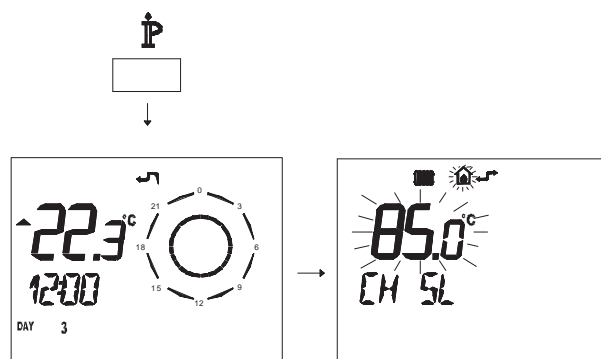

Fig. 5.64
- Premere per più di 3 secondi il pulsante **P** per entrare in modalità **INFO** (Fig. 5.64).